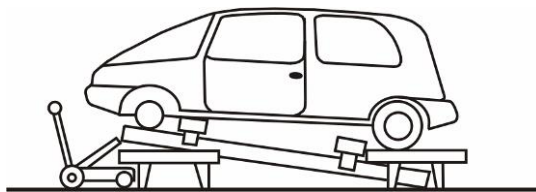

Рисунок 12
8.8. Используя подкатной домкрат, поднимайте одну сторону рамы до тех пор, пока отбортовки порогов полностью не войдут между губок зажимов. Подтяните гайки губок зажимов, но не дотягивайте (Рисунок 12).